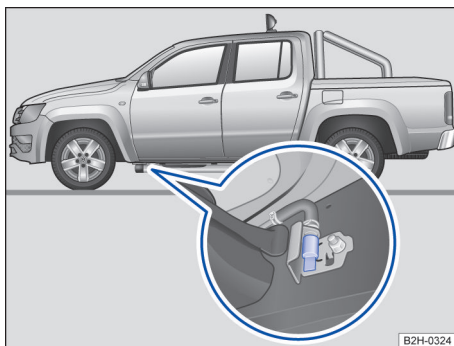

Fig. 141 Parte inferior do veículo na longarina: bujão de drenagem.
- ✓ Colocar o recipiente no centro do bujão de drenagem → Fig. 141.